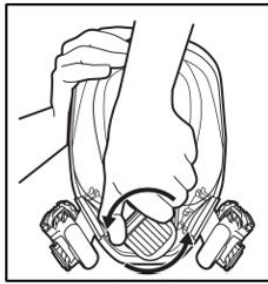

Fig.14
2. Remova o conjunto da válvula de expiração girando 1/4 de volta no sentido anti-horário (Fig. 14).
3. Remova o conjunto da válvula de expiração girando 1/4 de volta no sentido anti-horário (Fig. 14).